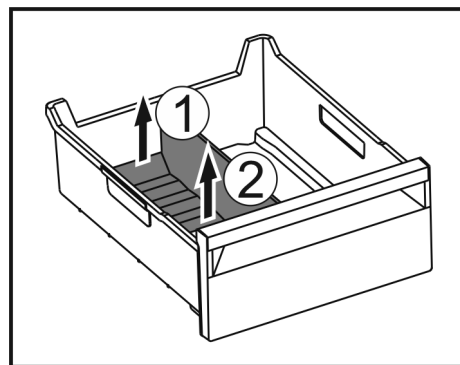

Fig. 151
- Hinteren Teil des Eisfach-Trenners anheben. Fig. 151 (1)
- Eisfach-Trenner nach oben entnehmen. Fig. 151 (2)